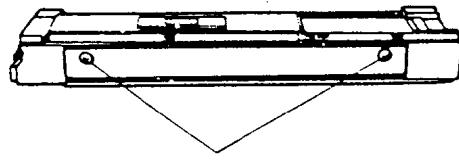

图 1-1-1
(1) 卸掉彩色显影器 (CD 组件) 的两个螺钉和印制电路板盖。如图 1-1-1 所示。
(2) 当安装一个彩色的 CD 组件时，将印制电路板上的跨线按表 1-1-2 所示切断。